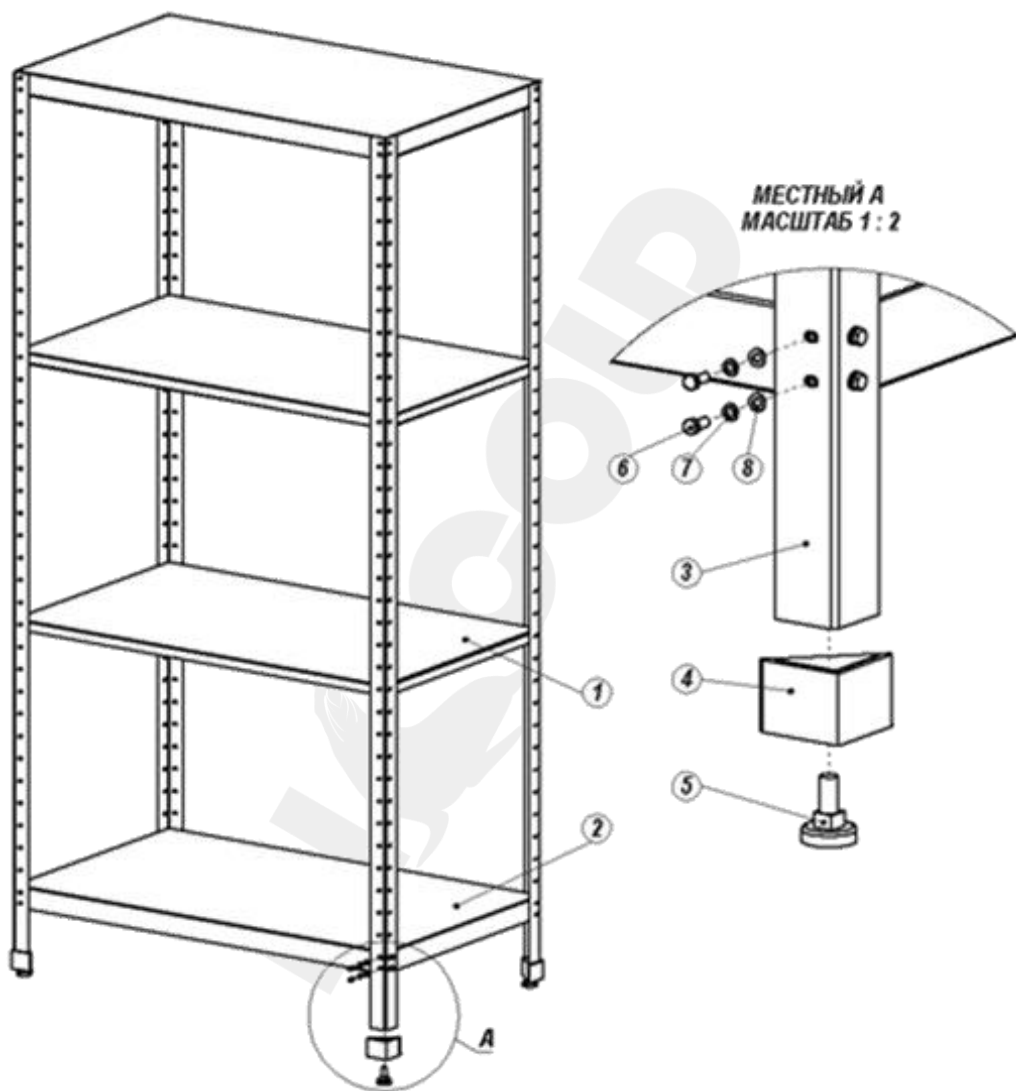

Рис. 1
- 1.1 Опору (4) вставить в стойки (3), вкрутить ножки (5), см. рис. 1.